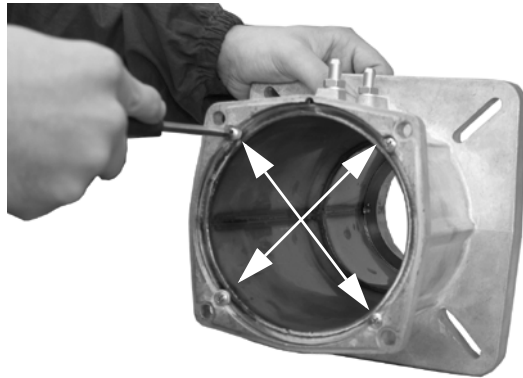

Рис. 5
- 3 Снять 4 винта, которые крепят сопло к патрубку (Рис. 5).